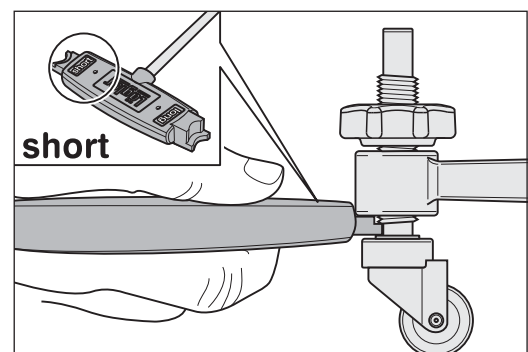
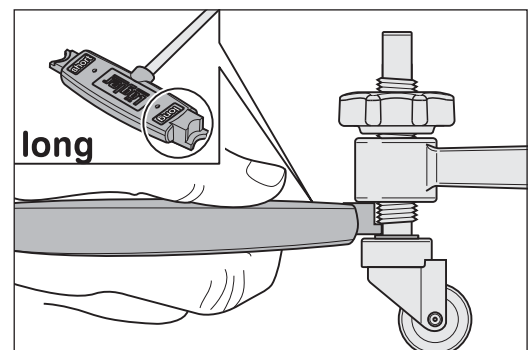

Abb. 52 Standardeinstellung für den kurzen Vorsatz und den Eckenvorsatz.
Abb. 53 Standardeinstellung für den langen Vorsatz.
- 4 Halten Sie die Einstellmarke des Universalschlüssels, die dem verwendeten Vorsatz entspricht, zwischen die Lenkrolle und das Ventilatorgehäuse. Die Schriftzüge des Schlüssels müssen dabei von oben lesbar sein (Abb. 52 und Abb. 53).
- 5 Drehen Sie nun die Lenkrollenachse in die gewünschte Richtung, bis die Einstellmarke am Ventilatorgehäuse und der Lenkrolle anliegt (Abb. 52 und Abb. 53).